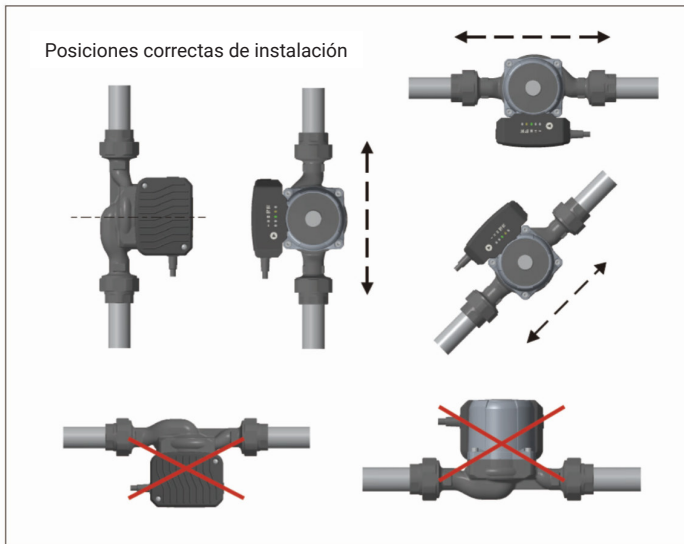

FIGURA 2
2. Durante la instalación, el eje del motor debe estar en posición horizontal (como se muestra en los pasos de la figura 2).